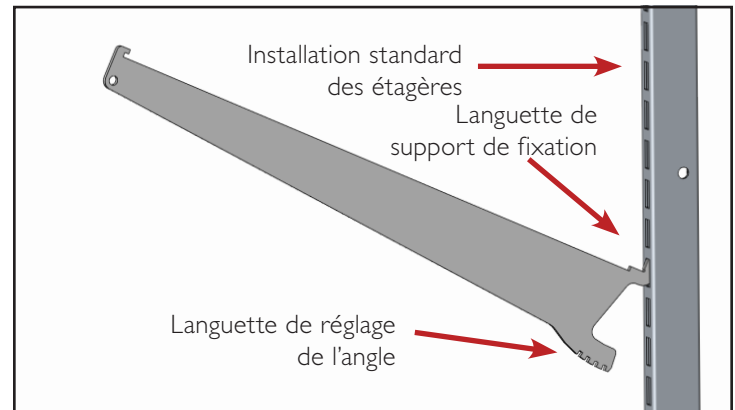

Fig. 3. Installez les fixations d'étagère.
- a. Positionnez la fixation d'étagère à l'avant de l'installation standard des étagères. Soulevez l'avant de la fixation à un angle de 45° pour permettre à la languette de support de fixation de coulisser dans la fente de l'installation standard des étagères. Voir fig. 3.